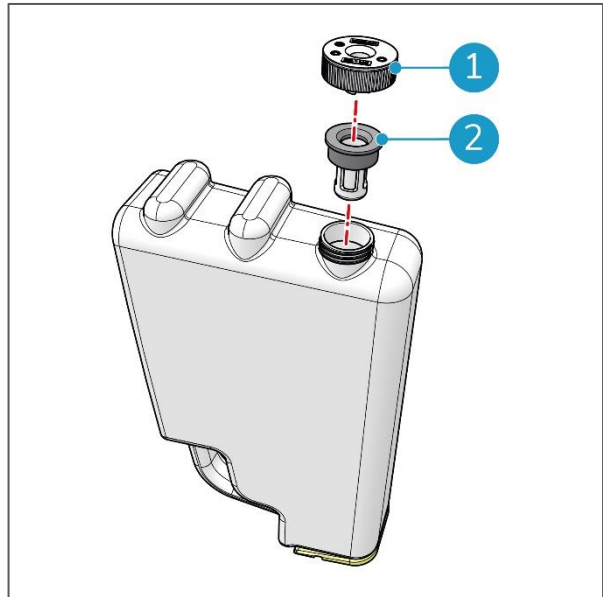

Figura 54
5. Desenrosca el tapón blanco (Figura 54, pos. 1) que contiene el filtro de detergente (Figura 54, pos. 2).
7. Pon el filtro en el tapón (Figura 54).
8. Enrosca el tapón en la parte inferior del depósito de detergente (Figura 54) y asegúrate de que quede bien cerrado.